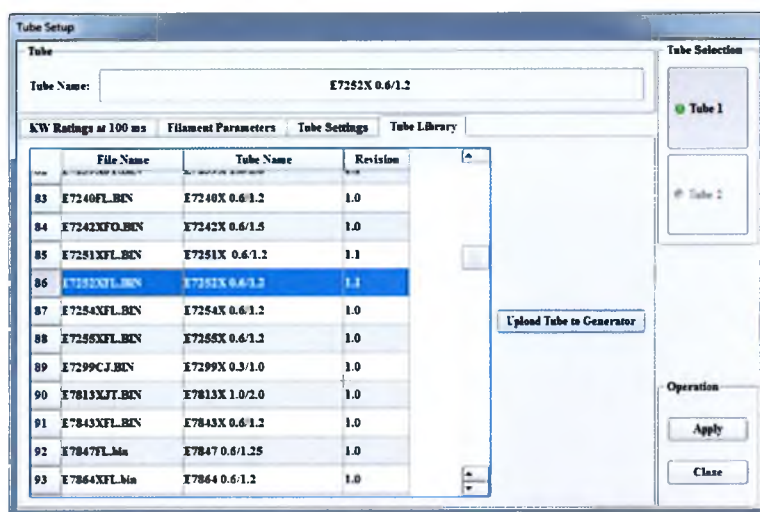

Рисунок 4-41. Выбор трубки в библиотеке трубок.
(3) Настройки трубки
D. Проверьте, что название трубки в настройках отображается следующим образом: E7252X 0.6/1.2 и нажмите кнопку Apply (Подтвердить). Проверьте, что название трубки изменилось на E7252X 0.6/1.2 [Рисунок 4-41. Выбор трубки в библиотеке шаблонов трубок].